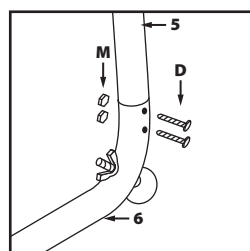

Abb. 9
- Nehmen Sie die Bauteile markiert als **5 und 6**. Befestigen Sie **5** an **6**, benutzen Sie die Befestigungsteile markiert als **D** und **M (Abb. 9).**